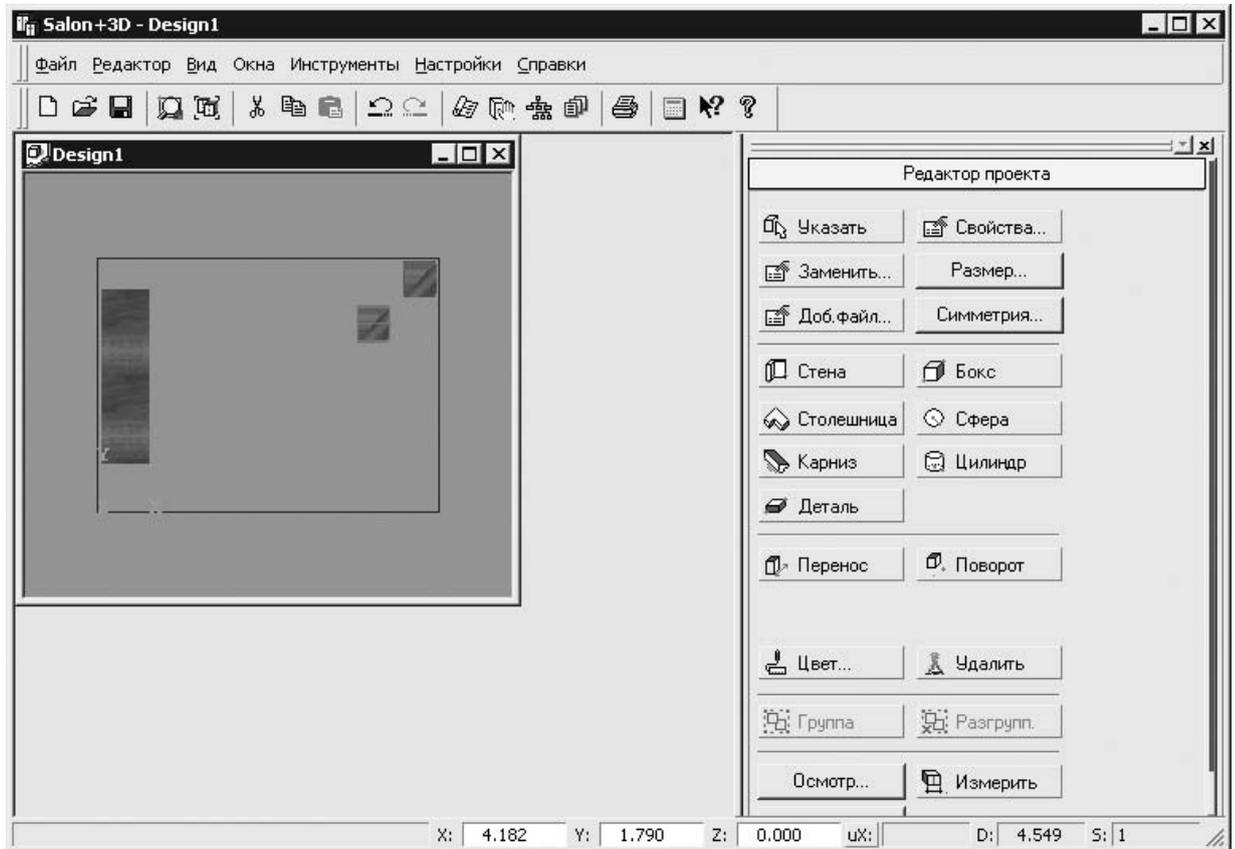

Рис. 8.34
5. Выбрать объект мебели, щелкнув на его изображении кнопкой мыши, и добавить его в проект, перенося в дополнительное окно **Design1** и закрепляя на нужном месте щелчком кнопки мыши (рис. 8.34).
10. Нажать кнопку Цвет (см. рис. 8.34) — откроется окно Окрашивание модели (рис. 8.36).